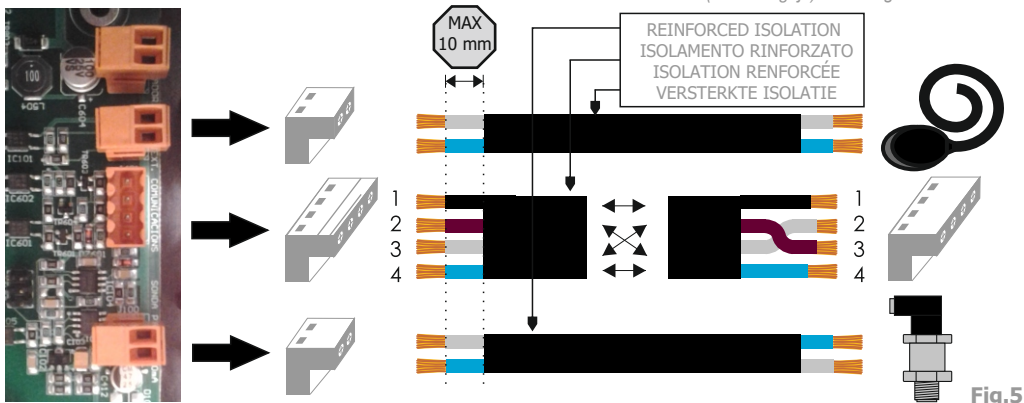

Fig.5
4. Fare il collegamento come è indicato in fig. 5.
4. Maak de verbinding zoals beschreven in fig. 5.